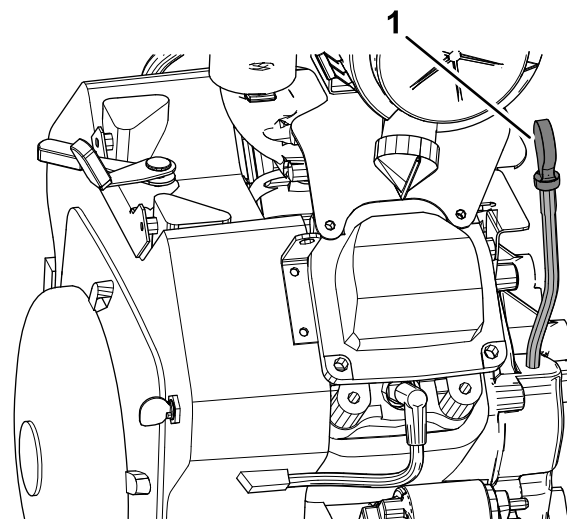
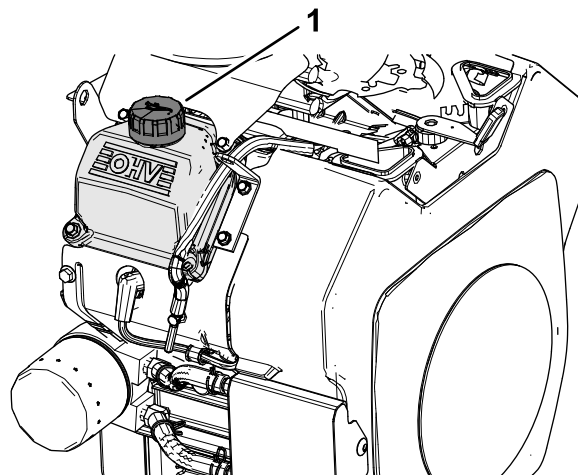

Figure 28
Figure 29
2. Nettoyez la surface autour de la jauge d'huile et du bouchon de remplissage sur le couvre-culasse (Figure 28 et Figure 29).
3. Retirez la jauge et essuyez soigneusement l'extrémité (Figure 28).